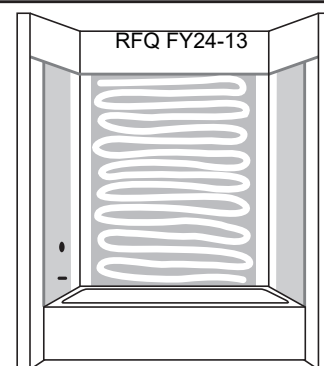

Ilustración 7
- B) Aplique adhesivo siguiendo un patrón de zig-zag sobre la pared dentro de las líneas marcadas con gotas de un espesor de 1/8" (3mm) o menos. **Vea la ilustración 7.**